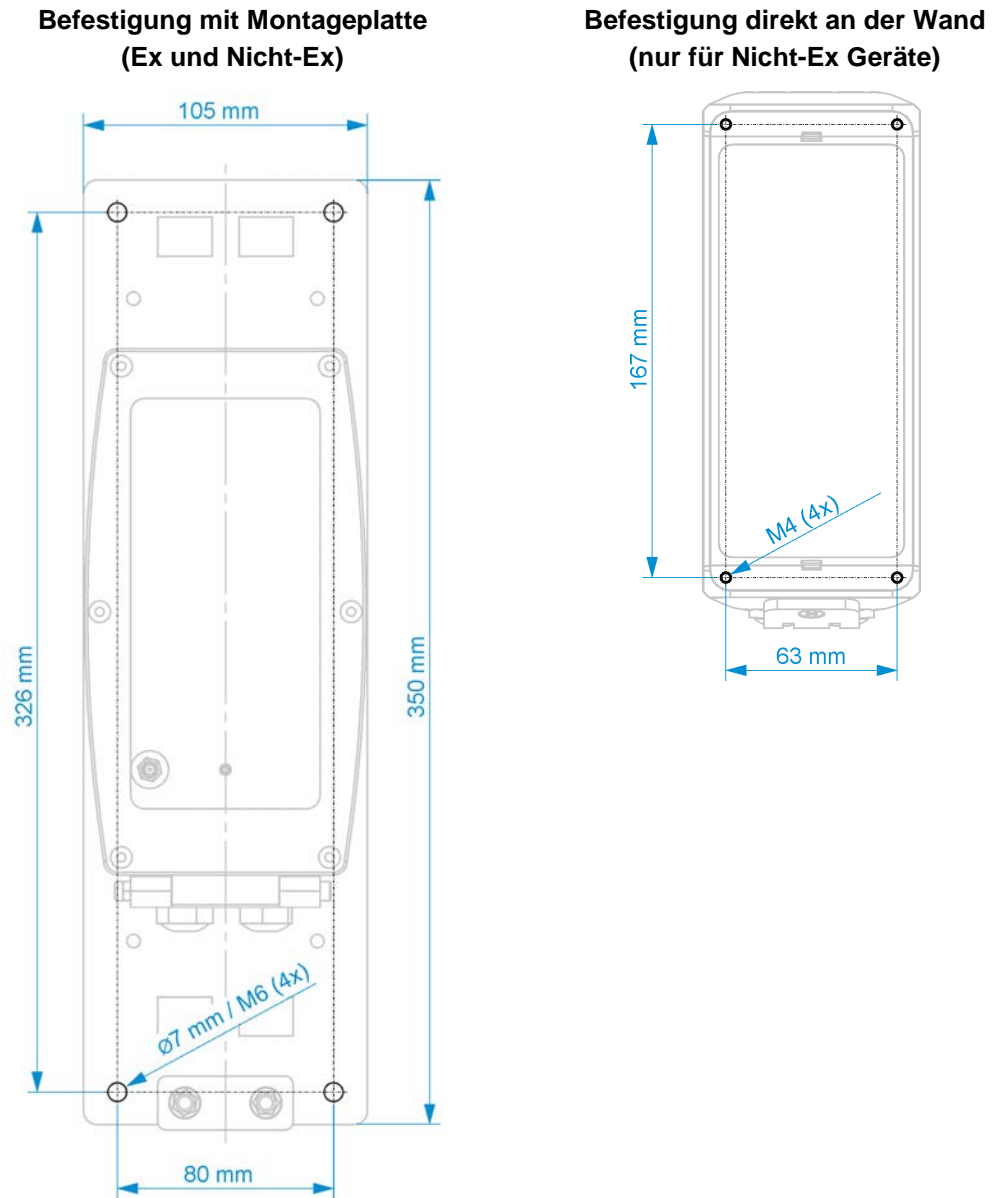

Abb. 24-1 Befestigungsbohrbilder
- Gehäuserückwand montiert auf einer Montageplatte (3 mm stark); Montageplatte angeschraubt an eine ebene Fläche (Mauer o. ä.) (Bohrbild siehe Abb. 24-1 Bild 1)
- Direkt mit der Gehäuserückwand an eine ebene Fläche (Mauer o. ä.) angeschraubt (Bohrbild siehe Abb. 24-1 Bild 2) (nur für Nicht-Ex Geräte)
3. Bei Wandmontage das jeweilige Bohrbild (siehe Abb. 24-1) an die Wand übertragen und Bohrungen vornehmen.